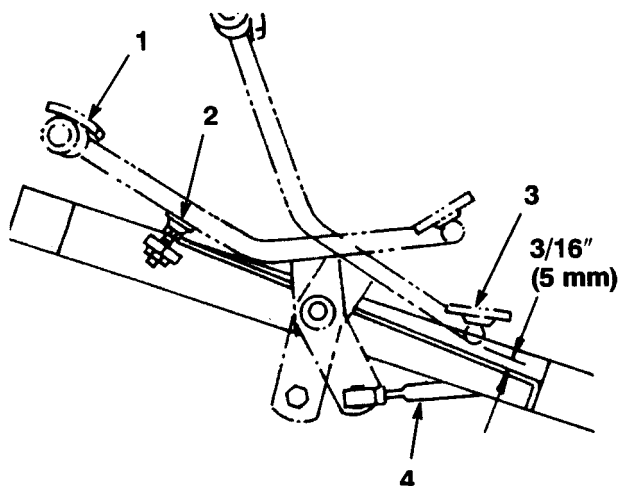

図 47
1. #5セクションのバルブスプールが完全に引き出される状態までペダルを前進いっぱい踏み込んだ時、ペダルがストップに当たればよい(図47)。
2. この時のペダルの底とフットレストとのすきまを測る(図47)。5 mmあれば正常、この値より多くても少なくとも、トラクション・コントロール・ロッドを調整する。